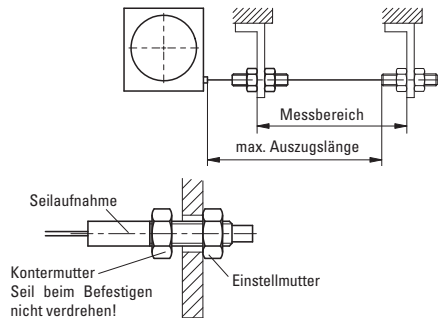

Abb. 2: Prüfung Auszugslänge
- Nach der Befestigung des Seilzuggebers ist die maximale Auszugslänge zu prüfen (siehe Abb. 2). Das Seilabschluss-Stück (Seilaufnahme, Kontermutter und Einstellmutter) bzw. das Seil muss dazu bis an die vorgesehene Befestigungsstelle ausgezogen werden. Das Seil darf dabei nicht verdreht werden.
Das Seil muss lotrecht zum Seilzugang geführt werden (siehe Abb. 2).